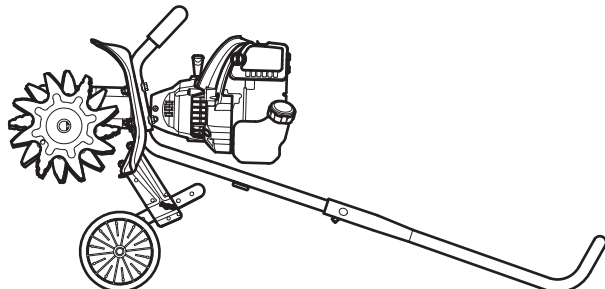

Fig. 5
1. **Coloque la unidad en una superficie plana y nivelada.** Incline la unidad hacia atrás de manera que la barra de control toque el suelo y el motor quede en posición horizontal (Fig. 5).